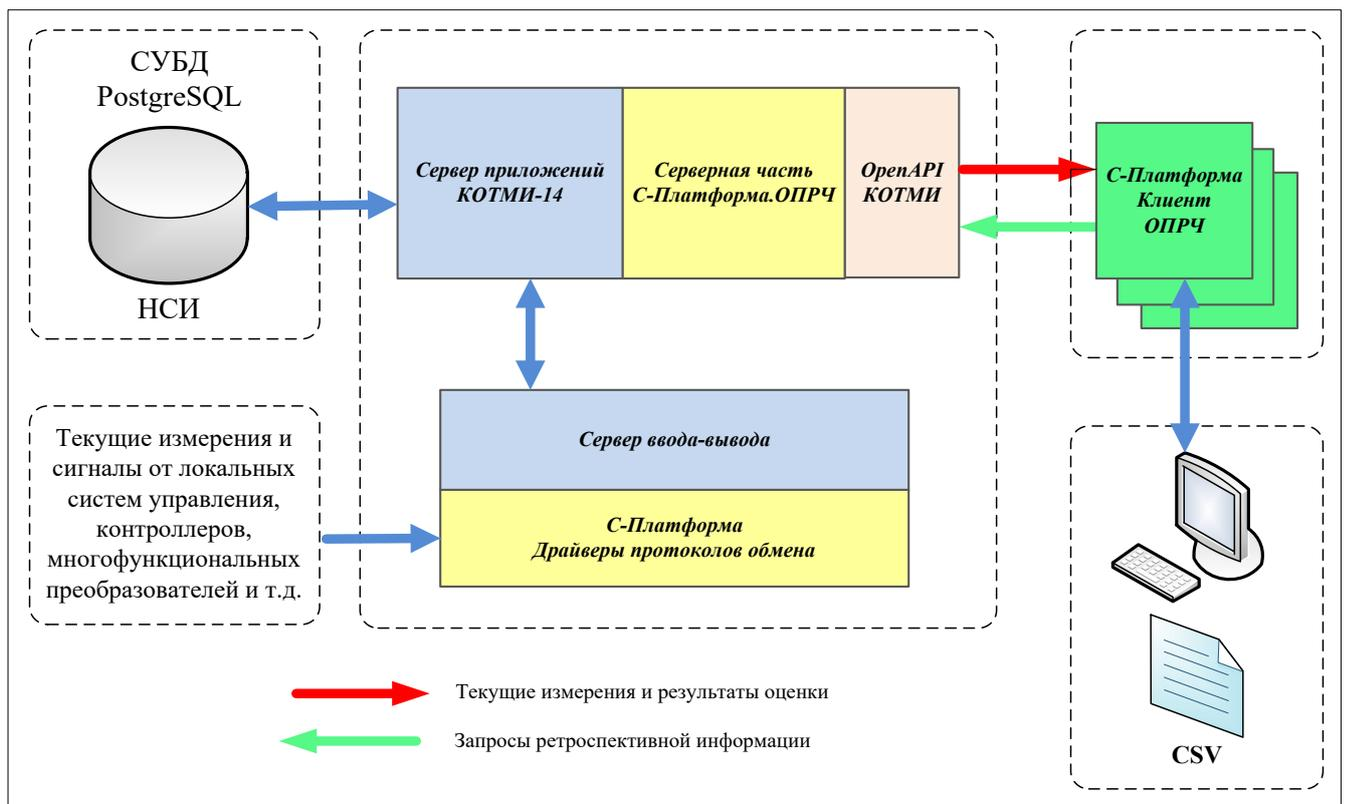

Рис. 1. Функциональная структура модуля С-платформа.ОПРЧ
- 3.1.1. Программное обеспечение С-платформа.ОПРЧ построено по клиент-серверной архитектуре и состоит из серверной части – расчетного модуля сервера ОПРЧ и клиентской части – клиент С-платформа.ОПРЧ. Функциональная структура приведена на Рис. 1.